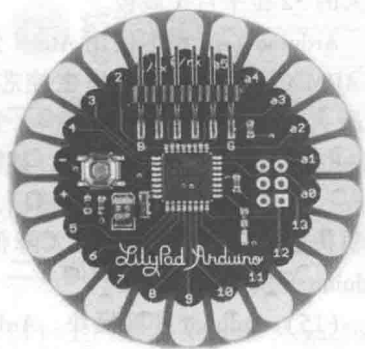

图 1-10 Arduino LilyPad
(10) Arduino LilyPad（见图1-10）。Arduino LilyPad控制板以ATmega168V（低功耗版ATmega168）或ATmega328V为核心处理器，需要外部模块配合来完成程序下载。